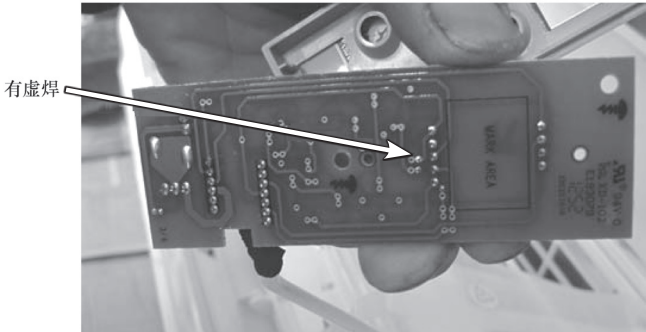

图 8-7 显示组件背面
4) 取下显示屏组件(显示板)观察,如图8-6所示,显示屏与电路板有16个引脚相连,左上边有4根引脚焊点已开焊,接触不良,如图8-7所示,用电烙铁焊接后试机正常。